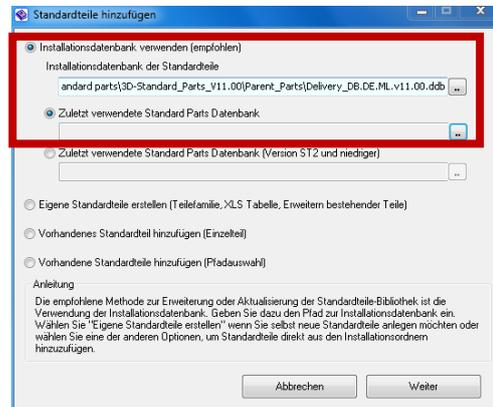

Abbildung 7
- Im erscheinenden Fenster (Abb. 7):